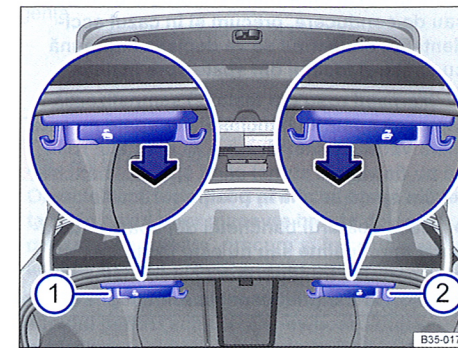

Fig. 102 În portbagaj: maneta de deblocare de la distanță pentru partea din stânga ① și din dreapta ② a spătarului banchetei din spate.
- Trageți maneta de deblocare pentru spătarul din partea stângă ⇒ fig. 102 ①, respectiv dreaptă ② a banchetei din spate, în sensul săgeții. Partea deblocată a spătarului banchetei din spate se rabatează de la sine spre înainte.